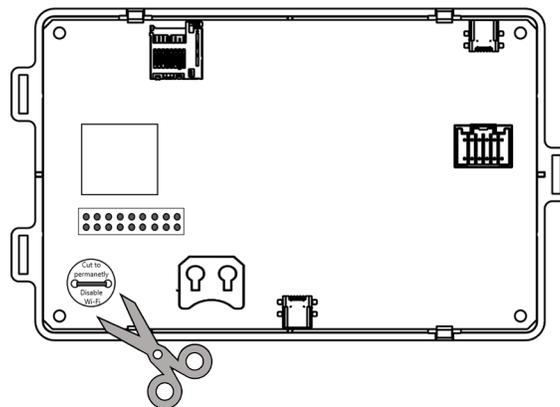

Figure 111. Couper pour désactiver le Wi-Fi
4. Utilisez des coupe-fil pour couper le câble étiqueté Couper pour définitivement désactiver le Wi-Fi (Cut to permanently disable Wi-Fi), voir **Figure 111**.